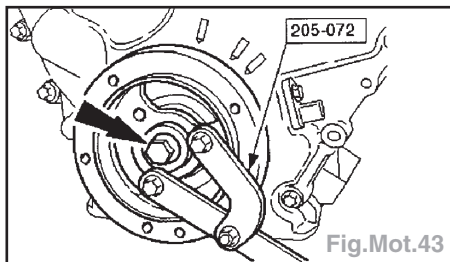

Fig.Mot.43
- A l'aide de l'outil spécial, déposer le boulon de fixation de poulie de vilebrequin (Fig.Mot.43).